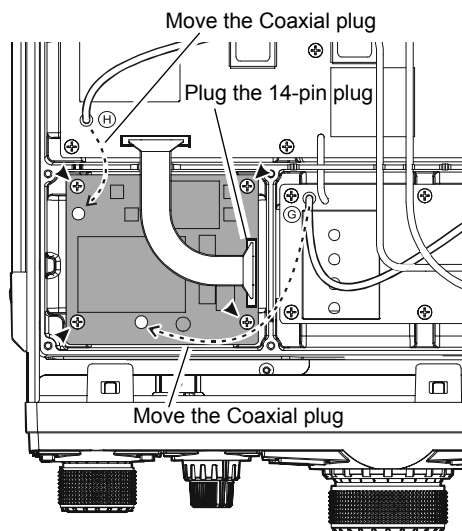

FIGURE 3
5. Monter la platine SCOPE en utilisant les quatre vis fournies (figure 3).
6. En se référant à la figure 3, brancher la prise de 14 broches qui doit être enlevée du châssis au point précédent sur le connecteur J7002 de la platine SCOPE.